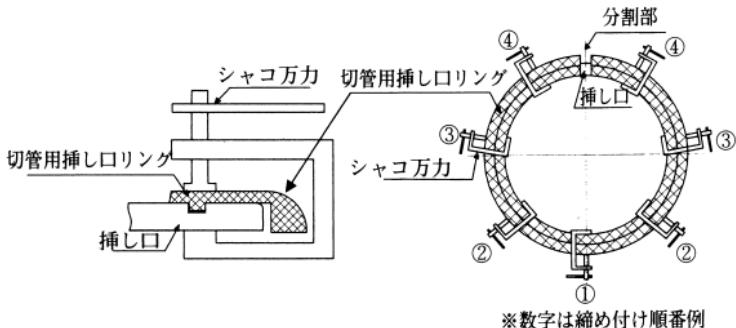

図62 切管用挿し口リングの締め付け
- ②シャコ万力を用いて、図62のように切管用挿し口リングの分割部の反対側から順次締め付ける。